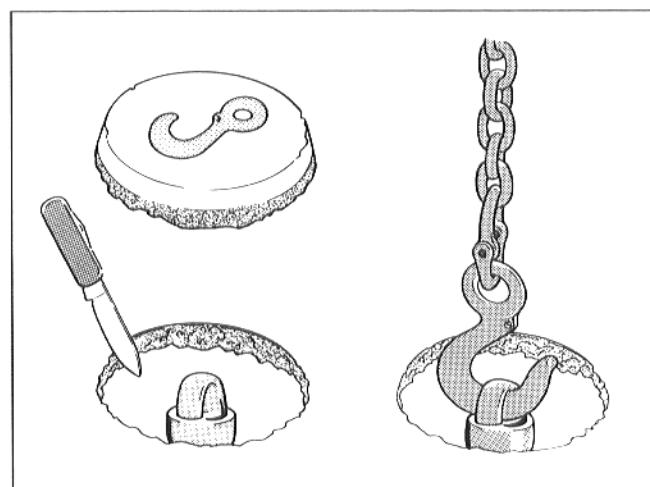

Рис. 15
- Вырезать ножом помеченный круг, с условным обозначением крюка, из стиропорной упаковочной крышки, и вынуть вырезанный элемент (рис. 15).